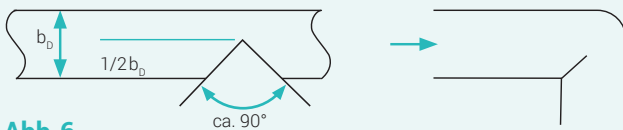

Abb.6
- Verlegung um Ecken: Führen Sie einen V-förmigen Einschnitt (80° - 90° Kerbe) an der Innenseite der Dichtung durch (siehe Abb. 6) und achten Sie darauf, dass die äußere Hälfte der Dichtung nicht beschädigt wird.